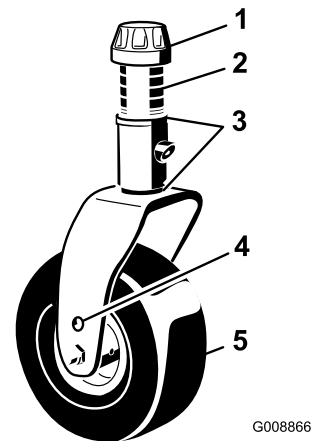

Bild 29
3. Entfernen Sie die Spannkappe von der Laufradspindelwelle (Bild 29) und schieben Sie die Laufradwelle aus dem Laufradarm heraus. Legen Sie zwei Beilagscheiben (3 mm) so auf die Welle, wie sie ursprünglich montiert waren. Schieben Sie die entsprechende Anzahl der 13 mm Distanzstücke auf die Welle, um die gewünschte Schnitthöhe zu erhalten.